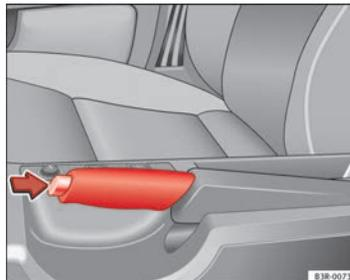

Fig. 143 Detalle de la consola central: Freno de mano puesto
- Levante ligeramente la palanca del freno de mano y pulse al mismo tiempo el botón de bloqueo ⇒ fig. 143 (flecha).